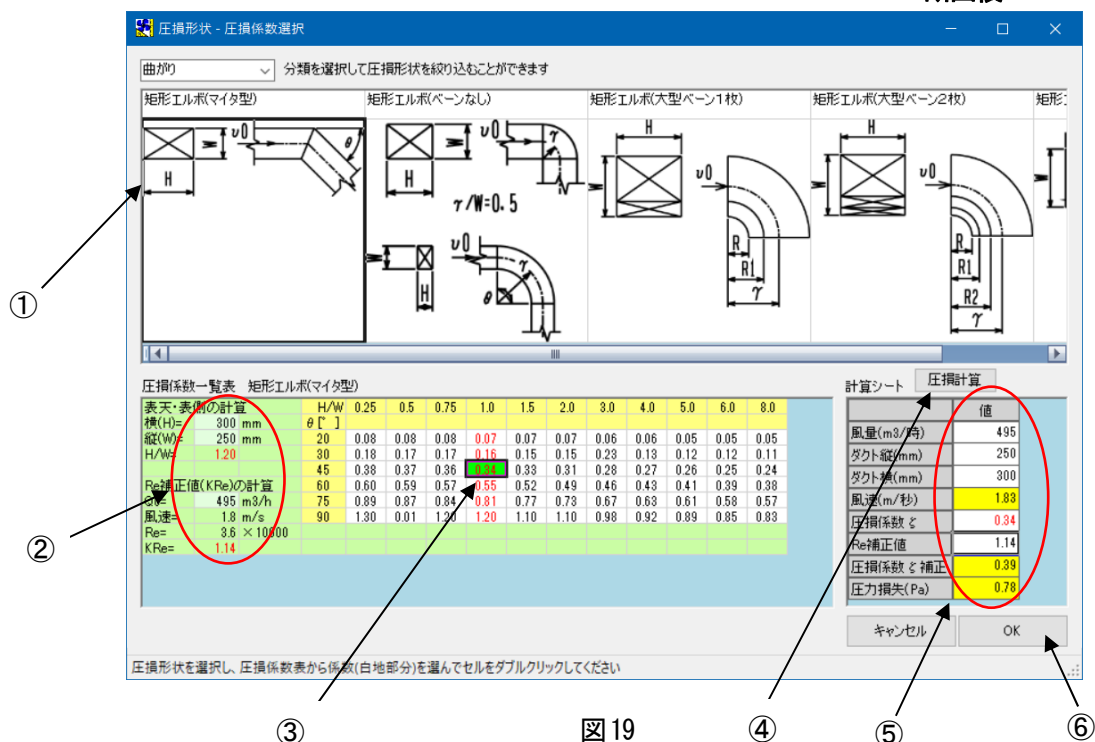

図 19
- ・ 圧損形状 (図 19-①) を選択し、クリックします。
- ・ [風量]・ダクト寸法の[横]、[縦] (図 19-②)を確認、入力します。
- ・ 計算された圧損係数が局部圧損係数表 (図 19-③)に赤く表示されます。
- ・ 係数 (図 19-③)をダブルクリック、又は[圧損計算]ボタン (図 19-④) をクリックします。
- ・ 計算シート (図 19-⑤)に各値が表示されます。
- ・ [OK]ボタン (図 19-⑥) をクリックします。